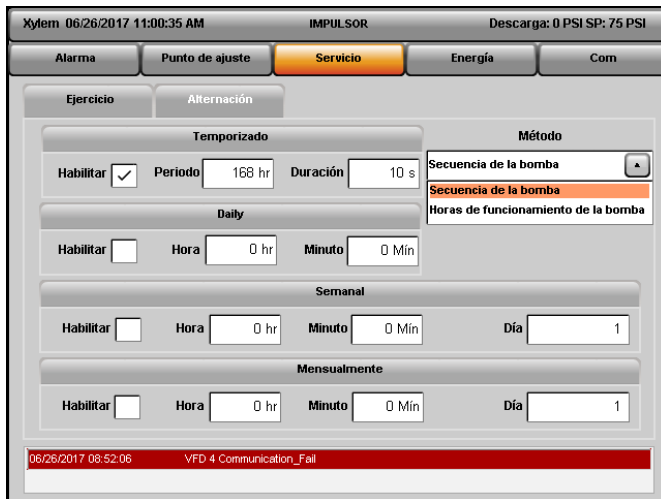

Figura 5.5.15: Pantalla de alternancia
Los cuatro métodos de alternancia automática se muestran en la figura 5.5.15 y los métodos son:
- 1 **Temporizado:** En este método, la alternancia se puede basar en el horario. Marque la casilla Habilitar en la Sección temporizada en la pantalla de alternancia, tal como se muestra en la Figura 5.5.15 para seleccionar este método. El usuario también debe ingresar el período de alternancia [horas], el tiempo después del que debe comenzar la alternancia y la duración de la alternancia [segundos], tiempo en que la bomba principal permanece ENCENDIDA durante la alternancia.
- 2 **Diario:** Marque la casilla Habilitar en la Sección Diario en la pantalla de alternancia, tal como se muestra en la Figura 5.5.15 para seleccionar este método. En este método, el usuario debe ingresar la [Hora] y [Minutos] del día cuando debe comenzar la alternancia.
- 3 **Semanalmente:** Marque la casilla Habilitar en la Sección Semanalmente en la pantalla de alternancia, tal como se muestra en la Figura 5.5.15 para seleccionar este método. En este método, el usuario debe ingresar la [Hora], [Minutos] y [Día] de la semana cuando debe comenzar la alternancia.
- 4 **Mensualmente:** Marque la casilla Habilitar en la Sección Mensualmente en la pantalla de alternancia, tal como se muestra en la Figura 5.5.15 para seleccionar este método. En este método, el usuario debe ingresar la [Hora], [Minutos] y [Día] del mes cuando debe comenzar la alternancia.